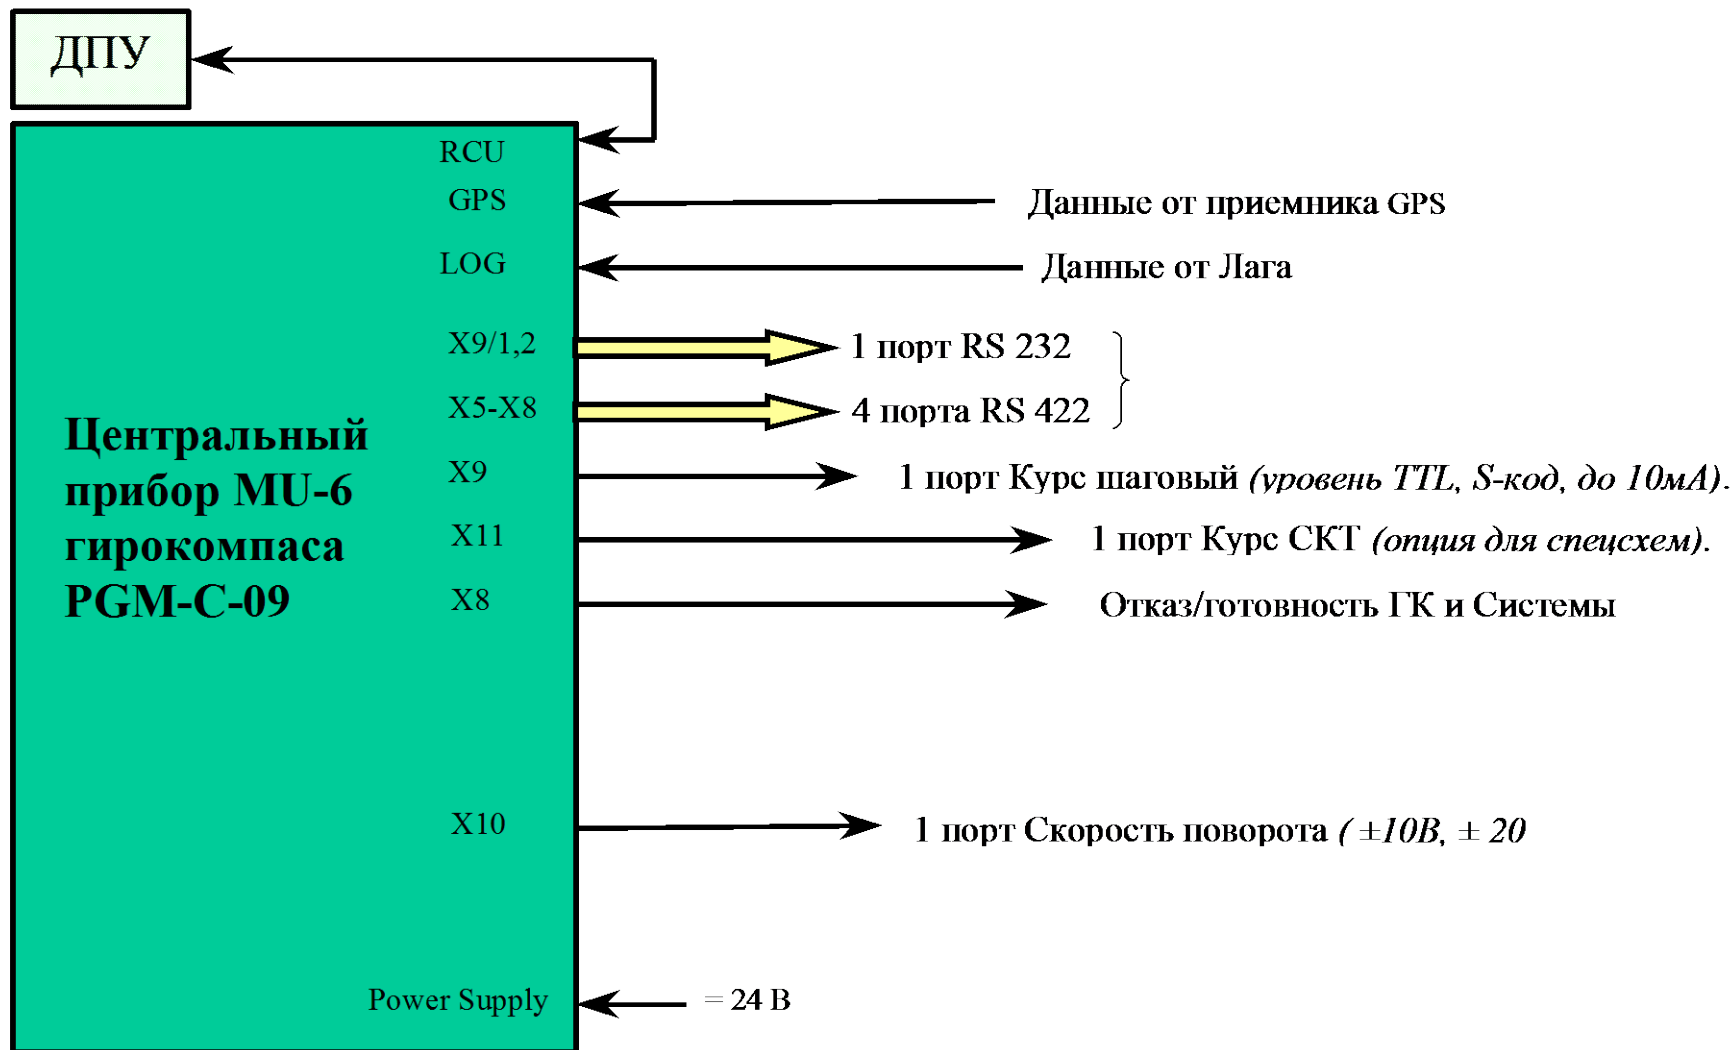

Рис.3.1 Структурная схема ГК «PGM-C-09» в базовой комплектации 00 (без ДПУ), 01 (с ДПУ)
Гирокомпас может поставляться в различных комплектациях. Причем неизменной частью комплекта является базовая комплектация гирокомпаса. Другие комплектации различаются типом периферийных приборов. На рис.3.1 представлена базовая комплектация гирокомпаса (00), которая состоит из основного прибора МУ-6. Эта комплектация используется при интегрировании гирокомпаса в навигационную систему.